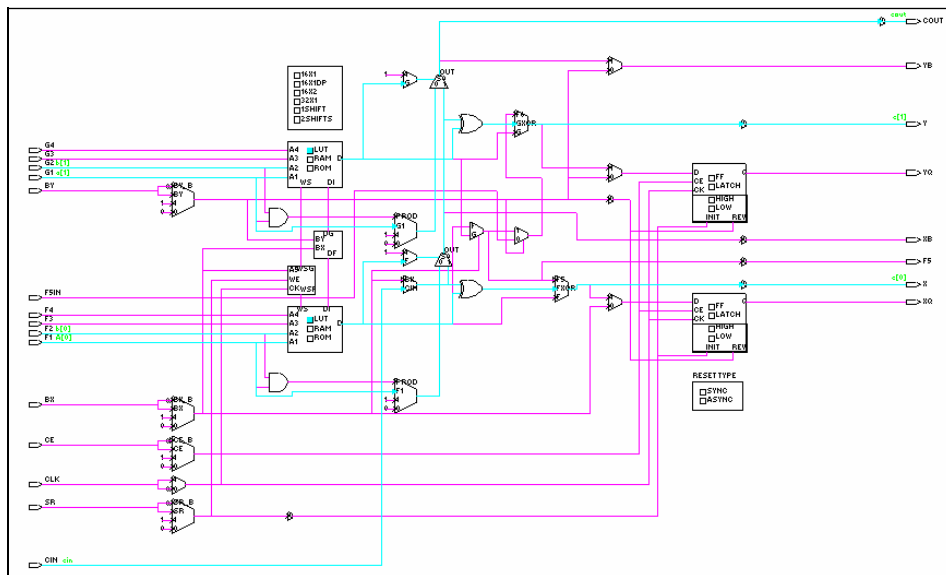

图6-43 2比特全加器内部逻辑实现图
10. 完成 2bit 全加器以后的 SLICE 内部逻辑如图 6-43 所示。将这个设计存储以后就可以得到一个 2bit 全加器的设计硬宏单元，这个设计可以在任何 HDL 设计中进行实例化，与其他的模块并没有区别，硬宏实例化后可以保证设计的密